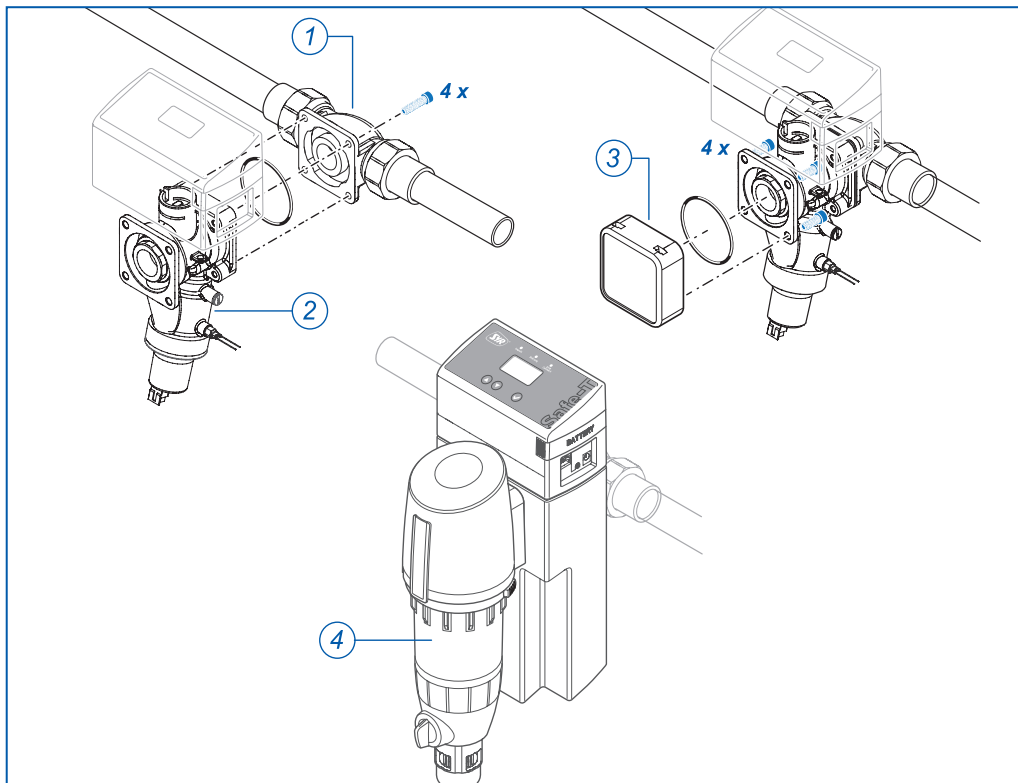

Fig. 3: Montaje de Safe-T Connect
- ▶ Monte Safe-T Connect (2, Fig. 3) con los cuatro tornillos Allen y las juntas tóricas en la brida universal (1).
- ▶ Cierre la conexión delantera de la brida con un capuchón de protección (3, n.º de art. 2320.00.901) o conecte en ese mismo lugar p. ej. un SYR DRUFI + (4).